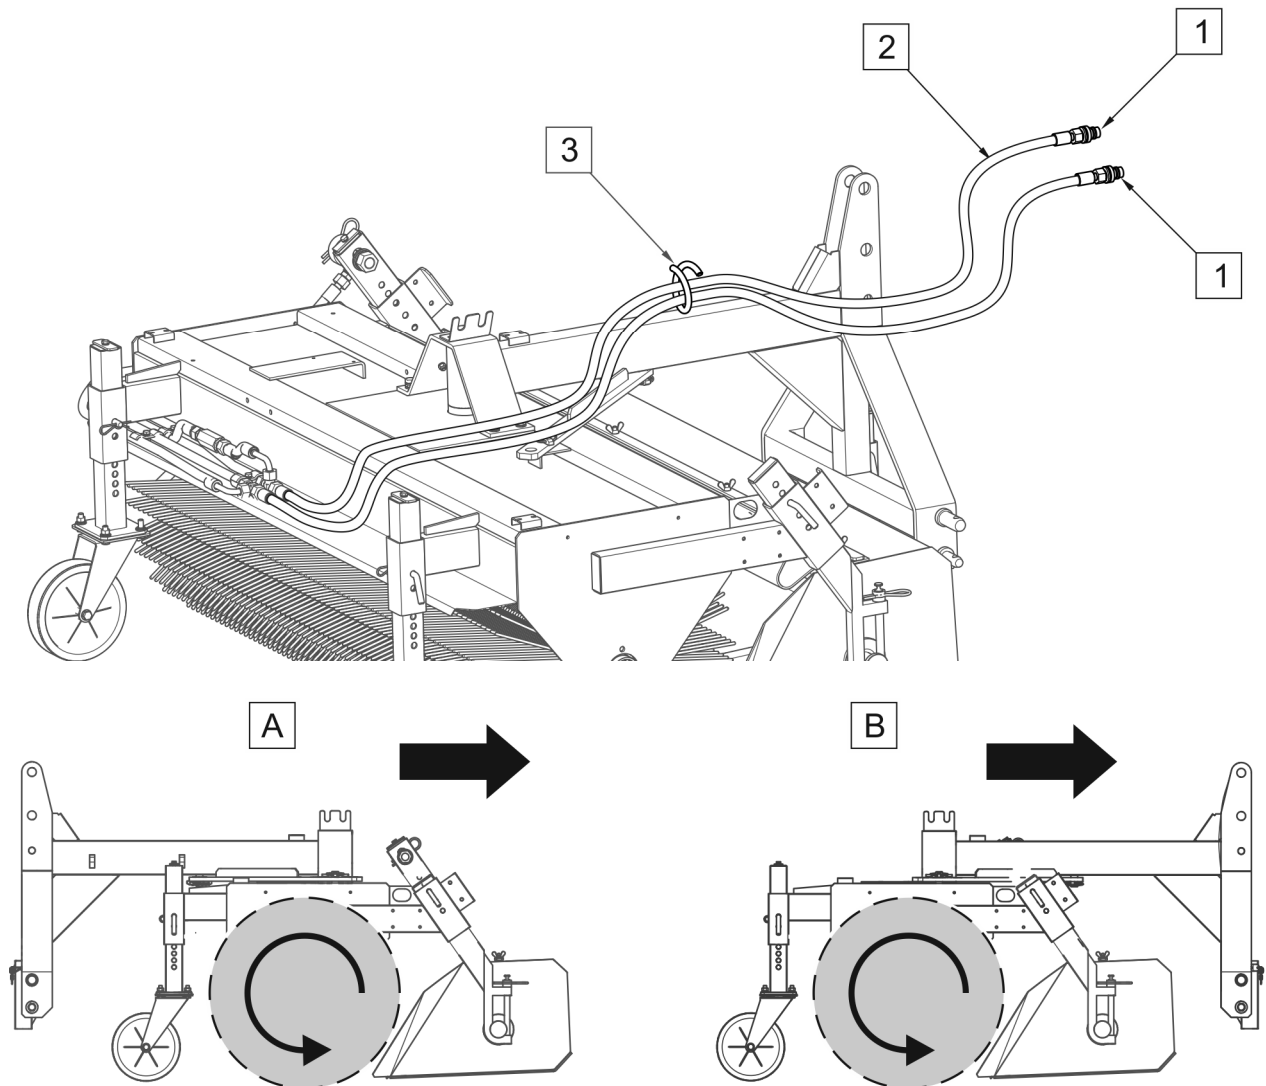

РИСУНОК 4.1 Підключення гідравлічної системи
Увімкніть відповідний гідравлічний контур за допомогою важеля гідророзподільника в тягачі. Перевірте напрямок обертання циліндричної щітки. Щітка повинна обертатися проти годинникової стрілки в напрямку руху. Якщо щітка не обертається, необхідно поміняти місцями штекери гідравлічних шлангів. Якщо підмітальна машина оснащена 3-точковою навіскою, гідравлічні кабелі слід прокласти через кронштейн (3) (РИСУНОК 4.1)